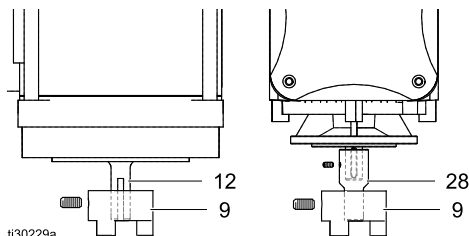

Figure 4 Kupplung auf Motorwelle
- Für UL-Motoren: Kupplung (9) bündig an der Unterseite der Motorwelle positionieren. Siehe Abbildung 4, linke Seite. Stellschraube in Kupplung fest anziehen.
Für ATEX-Motoren: Kupplung (9) bündig an der Unterseite des Adapters (28) positionieren. Siehe Abbildung 4, rechte Seite.